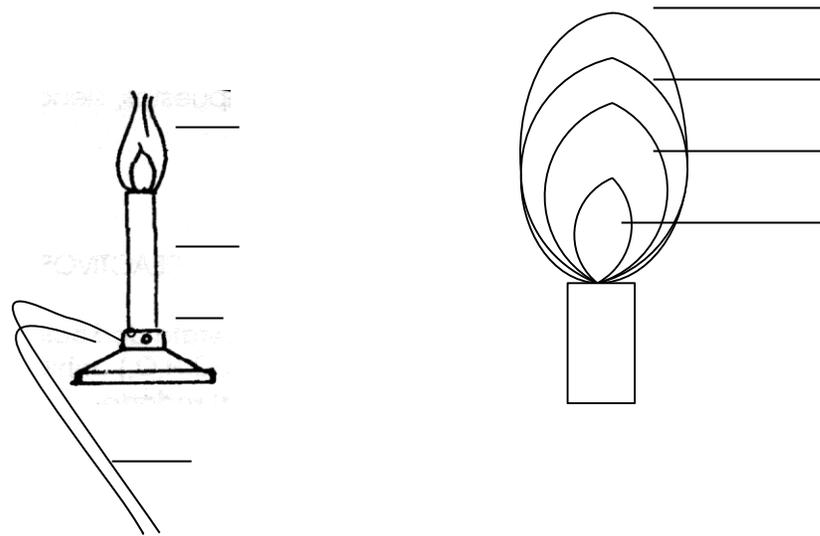

Figura 3.1
1.1 Indicar en la Figura 3.1 cada una de las partes del mechero:
- Con el collarín regular la flama hasta tener una flama más azul. Observar y colorear las zonas de la flama, anotar en la figura 3.1 los números correspondientes: